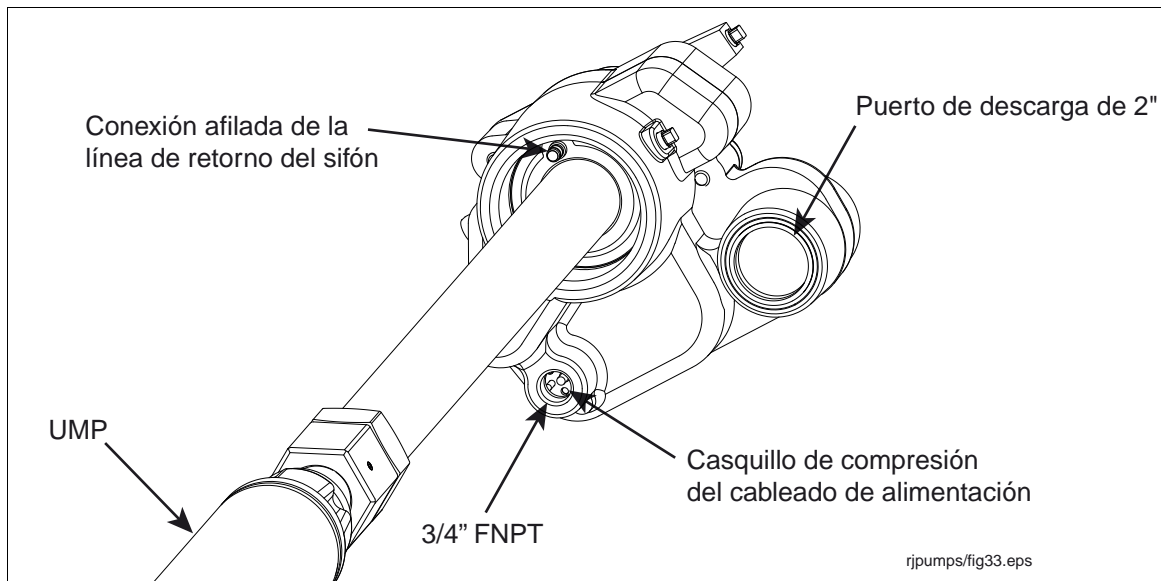

**Figura 11. Ajustar la longitud de la bomba**
5. Consulte Figura 11, tire del extremo de la UMP hasta que la distancia entre la parte inferior del colector y la parte inferior de la UMP sea de 5 pulgadas (125 mm) (15 pulgadas [381 mm] para la succión de flote) más corto que la distancia medida en el paso 2.